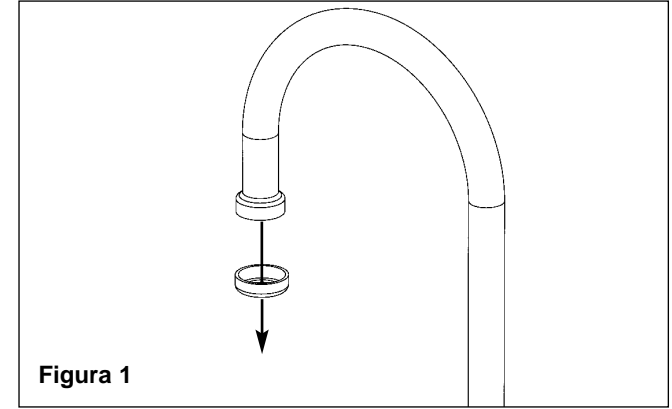

Figura 1
1. Quite el aerador del grifo (vea Figura 1).